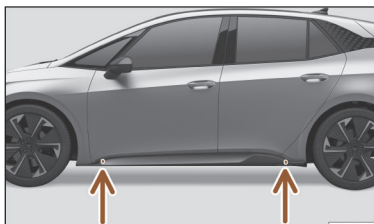

Fig. 196 Pontos de apoio do macaco.
- Procure na longitudinal a marca do ponto de apoio do macaco (zona afundada) mais próximo da roda a substituir >>> Fig. 196.